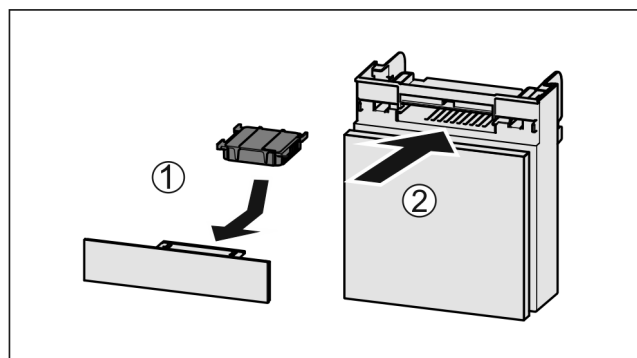

Fig. 149
- Aseta aktiivihiiisuodatin kuvan mukaisesti paikoilleen Fig. 149 (1).
► Työnnä lokero kiinni Fig. 149 (2).